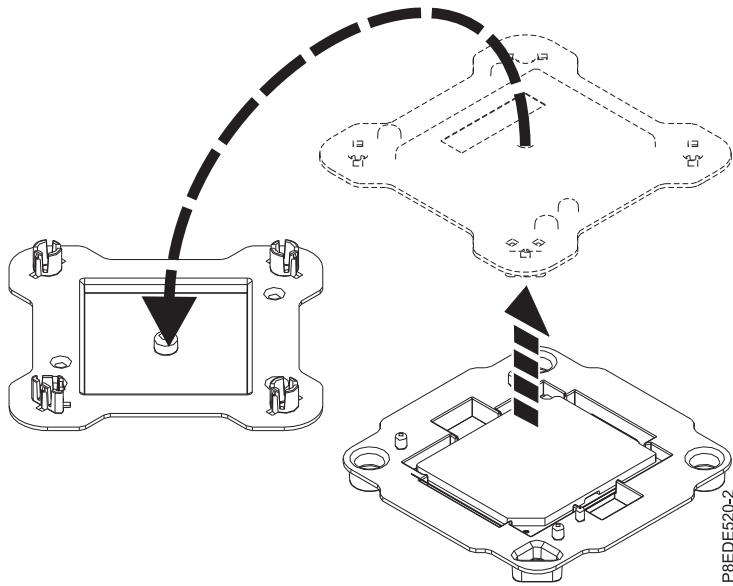

Figure 179. Ouverture de l'emballage du module processeur système
2. Ouvrez l'emballage du nouveau module processeur système et placez le couvercle à l'envers près du bac, comme illustré dans la figure 179, à la page 160. Le couvercle est utilisé pour le module processeur système que vous remplacez.